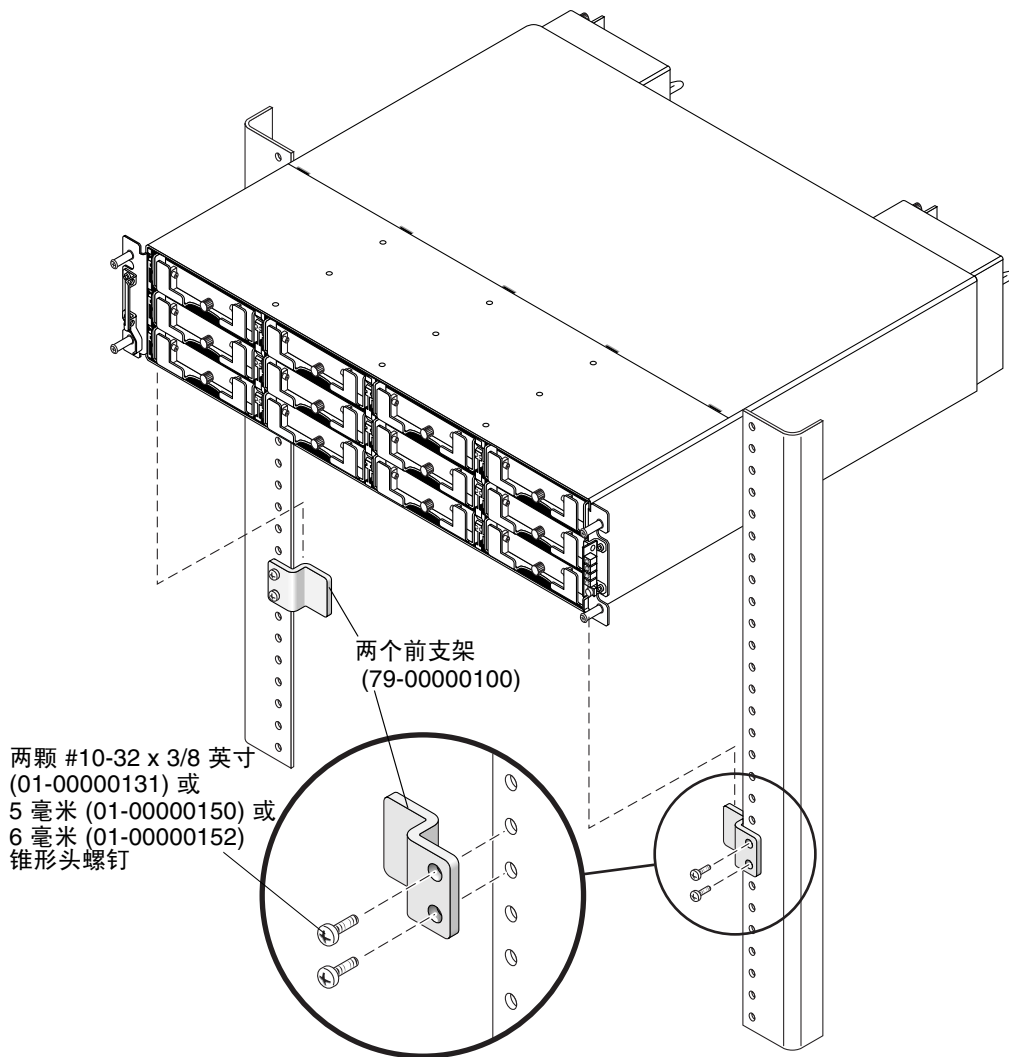

图 2-3 机架前面板上的前支架部分
- a. 逐个将前支架安装到机架前面板上 (参阅图 2-3):